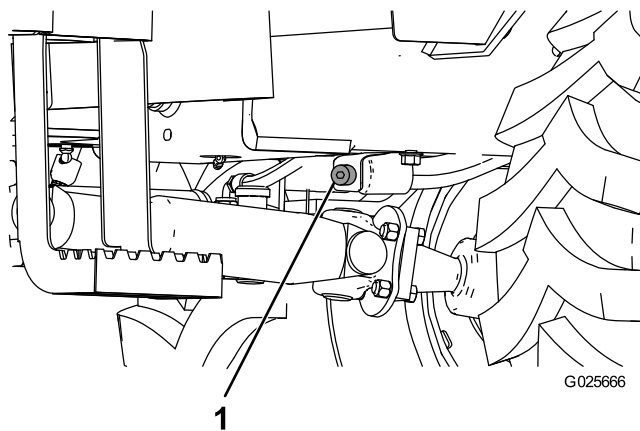

Рисунок 28
3. Снимите крышку заливной горловины и пробку сливного отверстия (**Рисунок 28**).